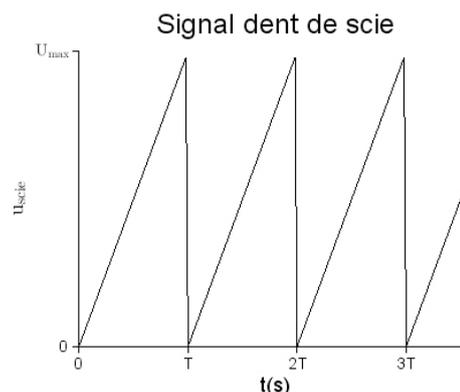

Figure A.3
- une tension « dent de scie »  $u_{scie}(t)$  de période T dont l'allure temporelle est représentée Figure A.3.
La tension  $u_{scie}(t)$  est une tension dite « dent de scie » (cf. Figure A.3). On note T la période de cette tension et  $U_{max}$  la tension maximale atteinte par  $u_{scie}(t)$ .